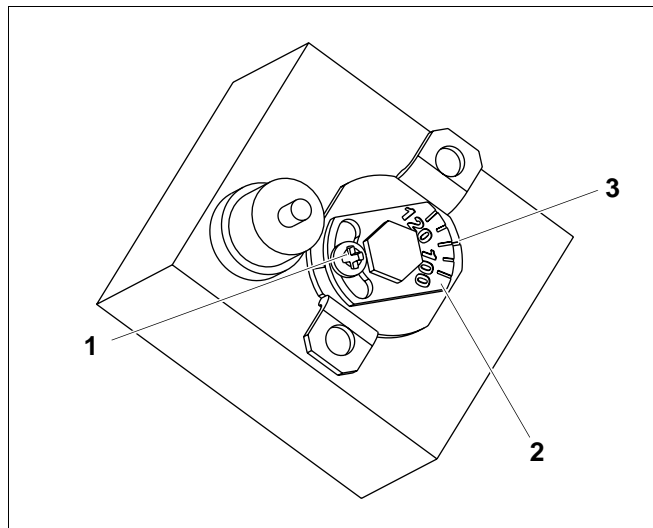
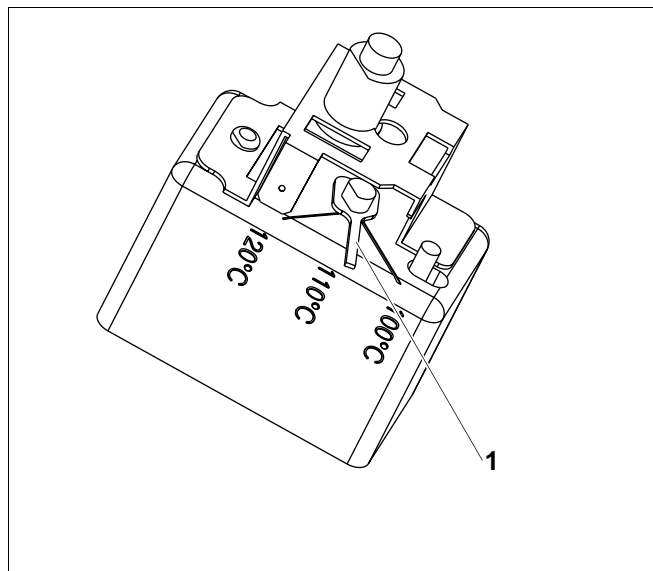

Fig 59 Variante A
Fig 60 Variante B
Contrôler quelle variante du limiteur de température de sécurité à été monté (comparer fig. 59 et fig. 60).
#### Variante A (fig. 59)
- Dévisser les vis (fig. 59, **pos. 1**).
- Positionner la graduation (fig. 59, **pos. 3**) de l'échelle de température (fig. 59, **pos. 2**).
- Revisser les vis (fig. 59, **pos. 1**).
#### Variante B (fig. 60)
- Régler le levier (fig. 60, **pos. 1**) sur la température désirée.